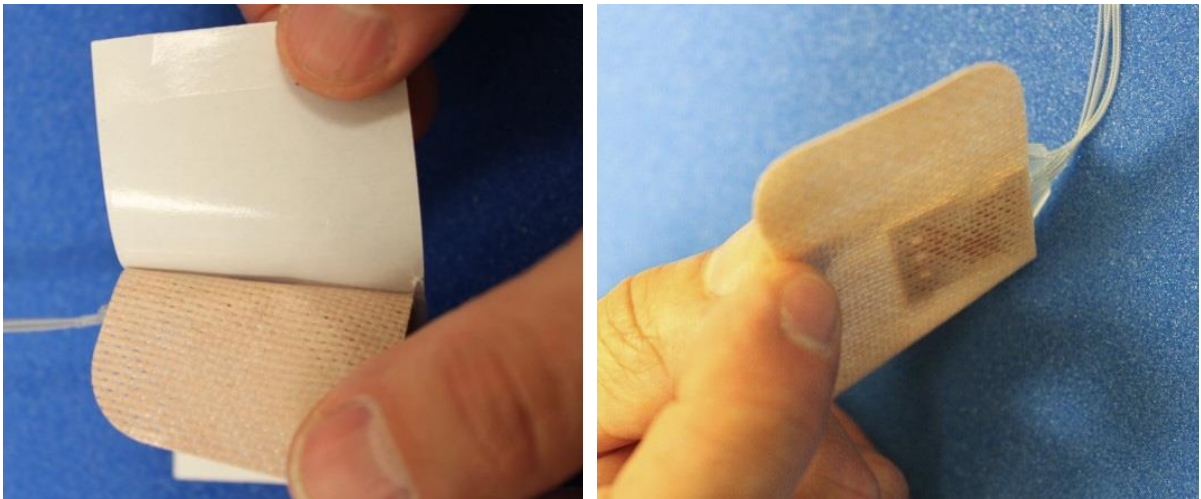

Figura 19.
6. Retire cuidadosamente el respaldo de papel de un nuevo soporte del conector. Asegúrese de que usted **NO tira de los cables de electrodo de salida** (Figura 19).